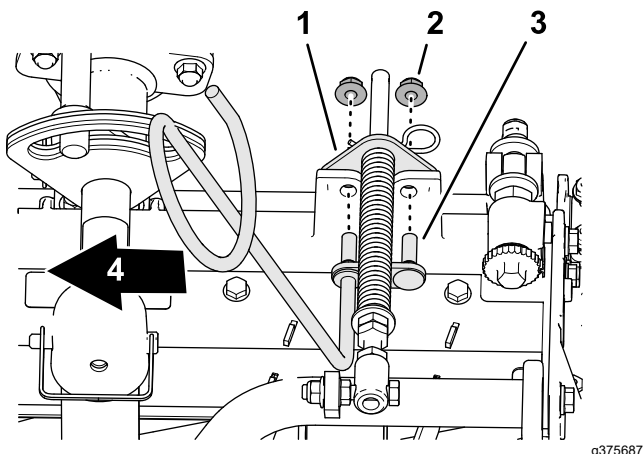

Figura 10
5. Aliniază tifturile ghidajului pentru furtunul din stânga cu orificiile cadrului unității de tăiere i suportul de compensare pentru gazon (Figura 10).